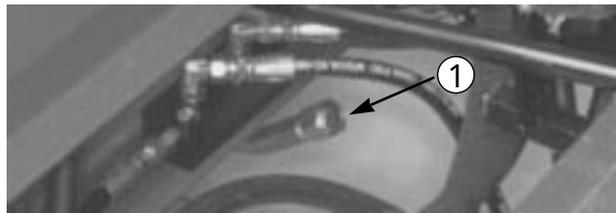

図17
3. 注油口のネック (図17) からディップスティックキャップを抜き、ウェスで拭いてからもう一度差し込んで引き抜き、オイルの量を点検する：マークから12 mm以内になれば補給する。入れすぎに注意。マークより6 mm上を上限とする。